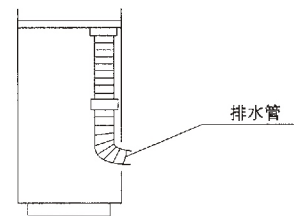

图13
- (1) 可使用附件⑪的室内机排水管，将排水管与室内机出水管相接。(若需加长排水管，请选用内径 $\phi 15.5$ 的排水管)
- (2) 排水管应由内向外如图所示倾斜，以便冷凝水排除。
- (3) 为了防止排水管接口处泄漏，请在接口处使用粘结剂，见图13。
- (4) 安装时可根据具体情况来布置管道走向，既可由后板孔内通出，也可在左右侧板相应的孔中通出。